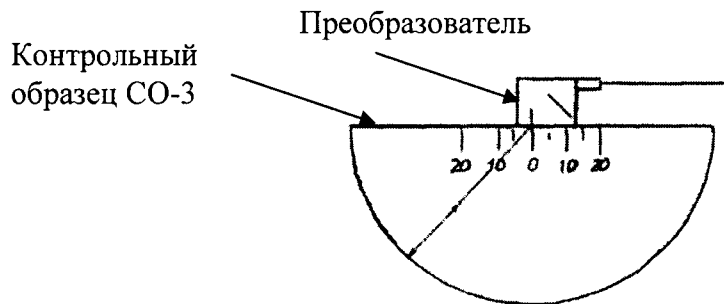

Рисунок 1
5.4.4 Установить преобразователь на поверхность контрольного образца СО-3 со стороны шкалы «20-0-20» над центральной риской «0» (рисунок 1). Небольшим перемещением преобразователя около отметки «0», найти положение, соответствующее максимальной амплитуде эхо-сигнала. Изменить значения параметров «Начало», «Ширина» строба А (горизонтальная красная линия) так, чтобы эхо-сигнал пересекал строб в середине. Настроить усиление таким образом, чтобы амплитуда сигнала составляла 80 % высоты экрана.